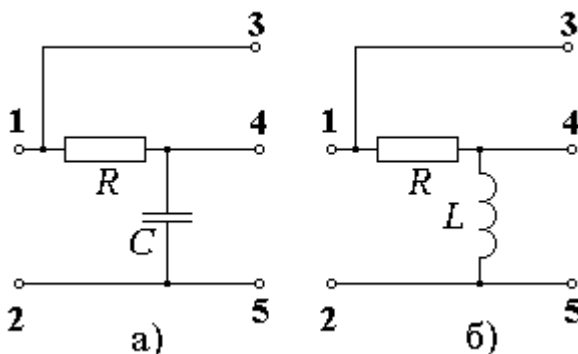

Рисунок 3.2 – Схемы исследуемых цепей
2. Вычислить постоянные времени RC и RL-цепей, (рисунок 3.2, а, б) для двух значений сопротивления (1 кОм и 2 кОм).